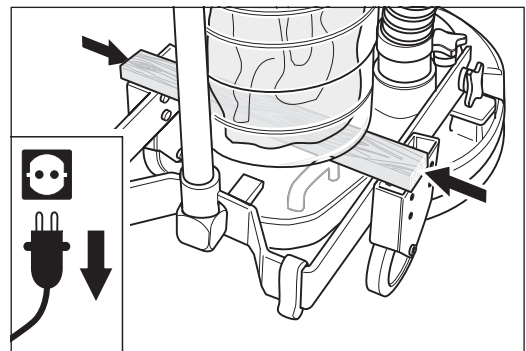

Abb. 70 Eine Holzleiste zwischen den Staubbeutelbehalter und den Rahmen des Fahrgestells schieben.
- 6 Schieben Sie eine ca. 2 cm dicke Holzleiste zwischen den geschlossenen Staubbeutelbehalter und den Fahrwerksrahmen (Abb. 70). So kann der Staubbeutelbehalter beim spateren Abmontieren des Staubabscheider-Oberteils nicht nach unten fallen.